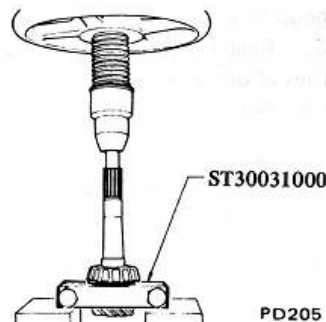

Fig. PD-45 Dépose du cône du roulement arrière
5. Maintenir le cône du roulement arrière dans l'extracteur spécial ST30031000 et le sortir du pignon d'attaque avec une presse. Voir figure PD-45.